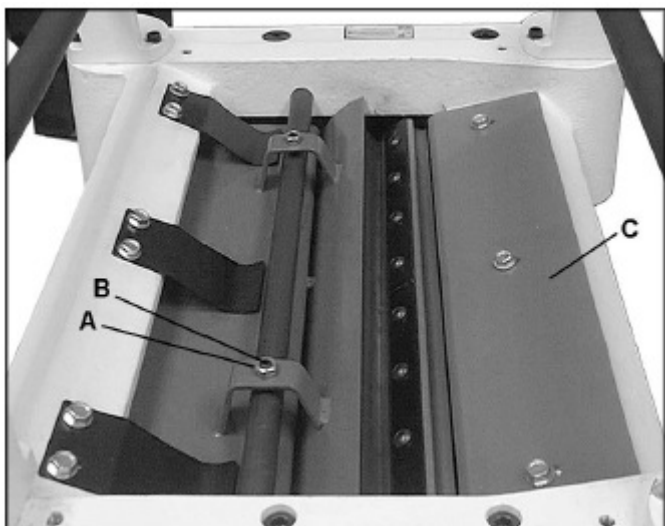

Рис. 27
2. Ослабить контргайки (А, рис. 27) на обоих концах стружколомателя и поворачивать установочные винты (В, рис. 27) для подъёма или опускания стружколомателя по мере необходимости. Установочные винты следует поворачивать одинаково.
3. При касании стружколомателя калибра затянуть обе контргайки (А, рис. 27).
Стружкоотражатель (С, рис. 27) предотвращает падение стружки в выводной ролик. Стружкоотражатель должен быть отрегулирован так, чтобы расстояние от кромки ножей составляло от 1,6 мм до 3,2 мм. Проверить, чтобы стружкоотражатель был сориентирован так, чтобы конус на его передней кромке совпадал с формой режущего вала.